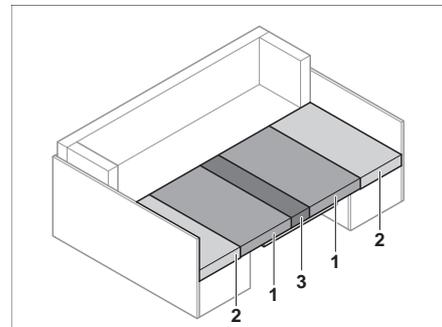

Bild 78 Nach dem Umbau
- Die Sitzpolster (Bild 78,1) zur Mitte ziehen.
- Die Rückenpolster (Bild 78,2) zwischen die Sitzpolster (Bild 78,1) und die Außenwand legen.
- Das Zusatzpolster (Bild 78,3) zwischen die Sitzpolster (Bild 78,1) auf den Tisch legen.